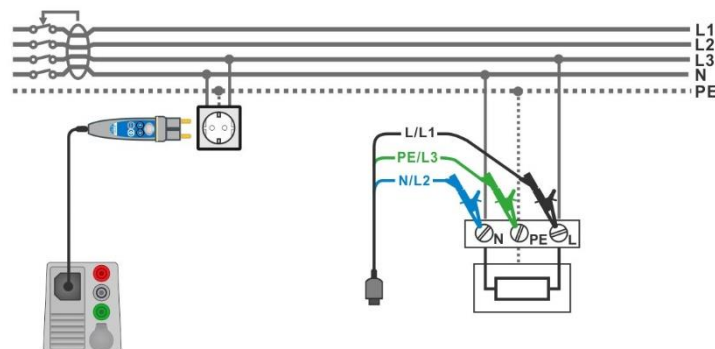

Abbildung 7.131: AUTO TN (RCD) Messung
- › Schließen Sie den 3-Leiter Prüfadapter oder den Commander-Prüfstecker am Prüfling an, siehe **Abbildung 7.131**.